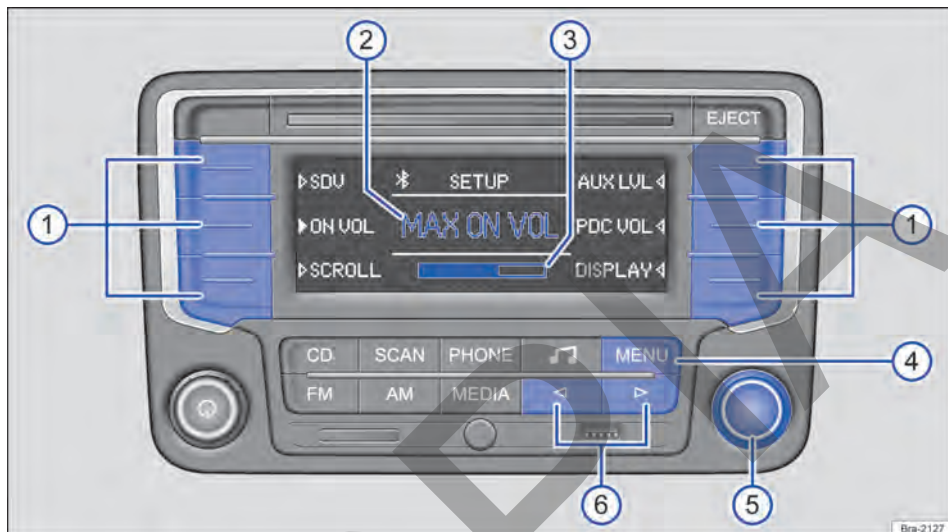

Fig. 159 Menú SETUP: defina el volumen inicial.
- Pulse la tecla del equipo **MENU** en cualquier menú → fig. 159 (4).
- Pulse las teclas de función para abrir el menú de ajuste correspondiente → fig. 159 (1).
- Gire la tecla de ajuste para modificar el ajuste actual → fig. 159 (5).
- **O:** pulse brevemente la tecla del equipo **<** o **>** para modificar el ajuste actual → fig. 159 (6).
- **O:** si se pulsa brevemente la tecla del equipo **MENU** → fig. 159 (4).
En el centro del display aparece MAX ON VOL → fig. 159 ② y, debajo, la barra de volumen → fig. 159 ③.